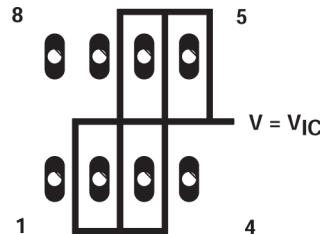
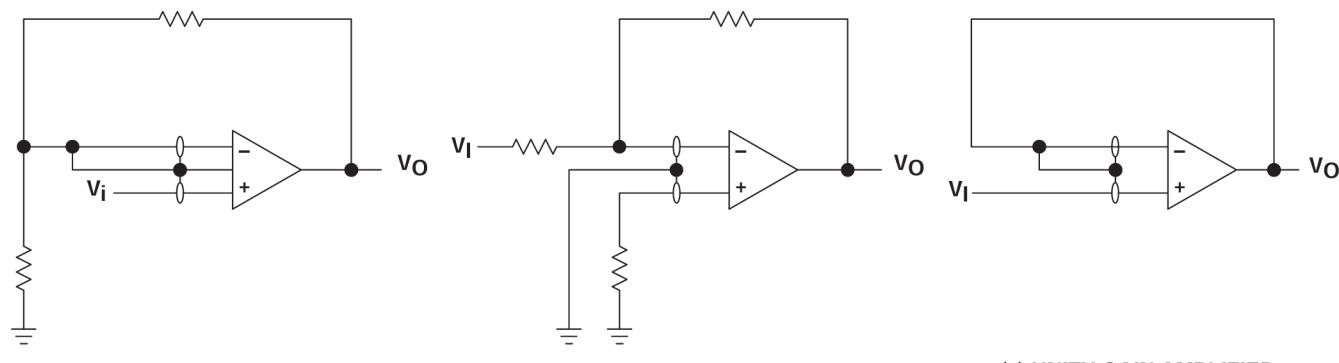

図 6-4. デバイス入力周辺の絶縁金属 (P パッケージ)
図7-4. ガードリング方式
- 他の潜在的なリークソースからデバイスを絶縁します。デバイス入力の周囲および間に接地シールドを使用します (図 6-4 を参照)。入力に流れ込む可能性のあるリーケージはシャントされます。
入力インピーダンスが非常に高く、バイアス電流要件も低いため、TLV232xは低レベルの信号処理用に設計されています。ただし、プリント基板とソケットでのリーク電流がバイアス電流要件を容易に上回ることがあり、デバイス性能の低下を招く可能性があります。ベストプラクティスとして、入力の周囲にガードリングを含めます(「パラメータ測定情報」セクションの図6-4と同様)。これらの保護は、同相入力と同じ電圧レベルで低インピーダンスのソースから駆動します(図7-4を参照)。